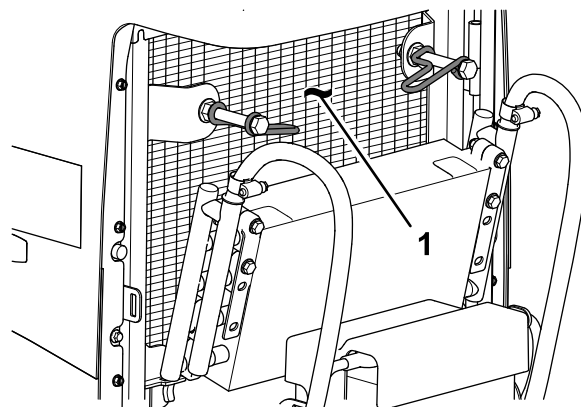

Рисунок 111
8. Тщательно очистите обе стороны маслоохладителя и радиатора (Рисунок 111) сжатым воздухом.